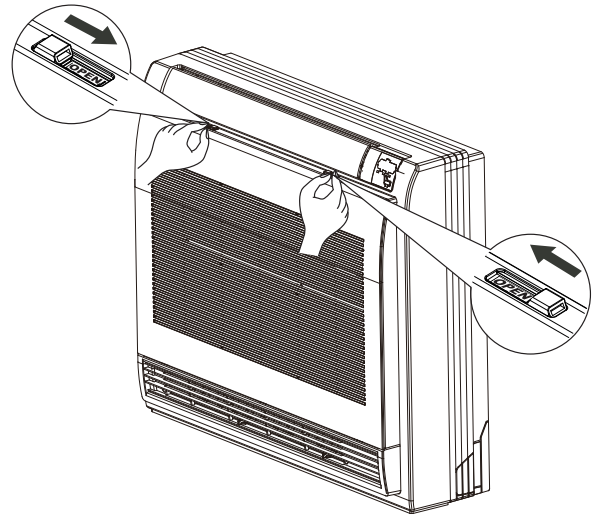

Fig. 11 — Ouverture du panneau avant
1. Ouvrez le panneau avant en déplaçant les deux verrous vers le milieu du module (consultez la figure 11).